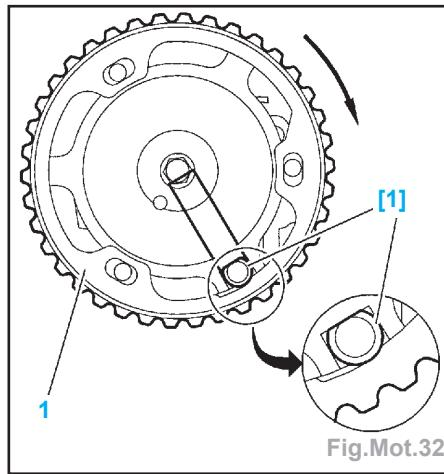

Fig.Mot.32
- Avant de reposer la courroie de distribution, piquer l'arbre à cames d'admission à l'aide de l'outil [1] en mettant l'arrondi de la pique vers la poulie d'arbre à cames d'admission (Fig.Mot.32).
- Amener la poulie (1) en butée sur la pique [1] dans le sens horaire.